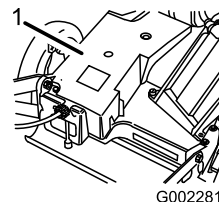

Figure 37
3. Enlevez les boulons qui fixent le carter de courroie (Figure 37) à la tondeuse.